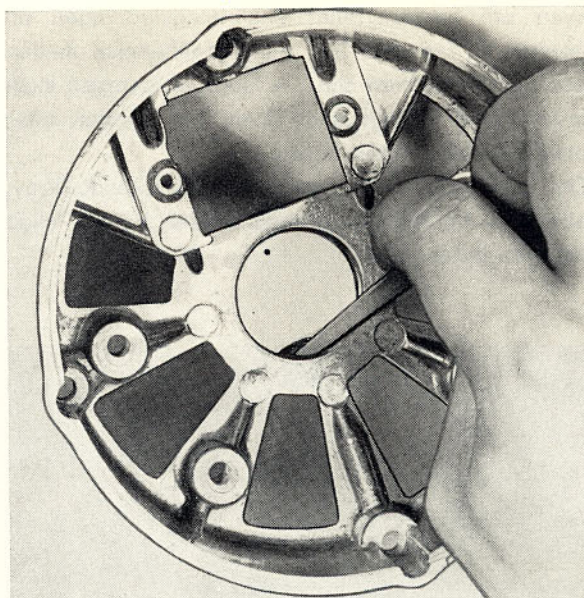

Bild 37. Demontering av O-ring
1. Ta bort O-ringen med ett stålblad med avrundade kanter (t.ex. bladmått), bild 37.